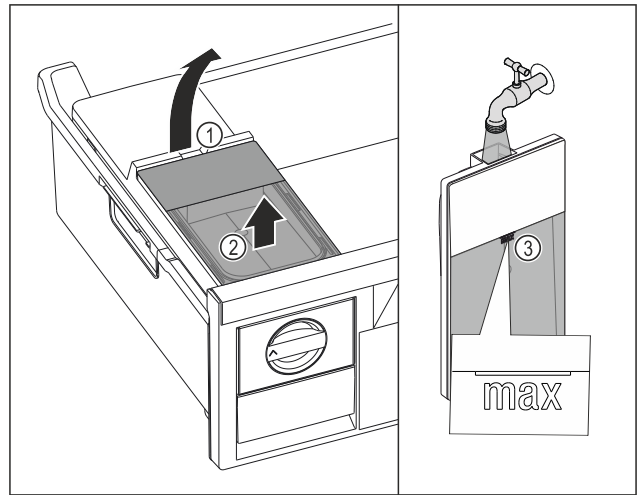

Fig. 156
- Sollevare il serbatoio dell'acqua dalla cavità Fig. 156 (1).
- Rimuovere il serbatoio dell'acqua estraendolo verso l'alto. Fig. 156 (2)
- Riempire il serbatoio dell'acqua con acqua potabile fino al contrassegno Fig. 156 (3).